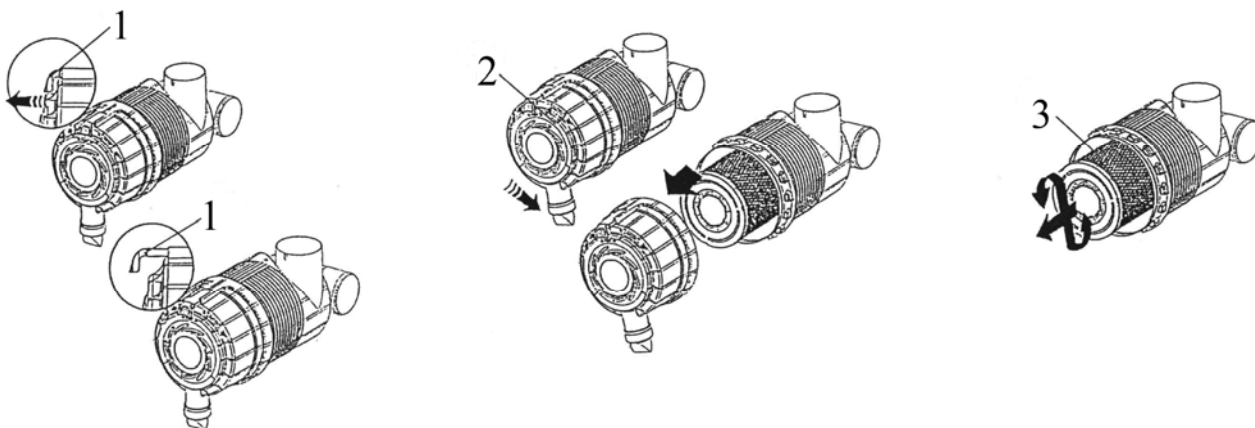

Рисунок 4.3 – Проверка воздухоочистителя дизеля
- потянуть на себя защелку желтого цвета 1 (рисунок 4.3), повернуть крышку 2 против часовой стрелки на  $12,5^\circ$  и снять её;